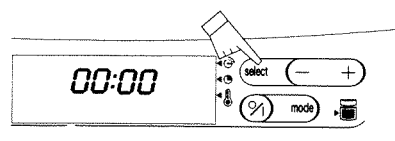

Fig. 1
1. Appuyez une fois sur la position «select». (fig. 1). L'afficheur clignote.